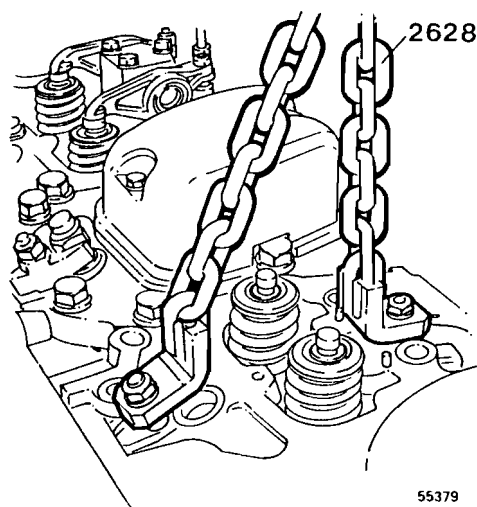

Fig 91
- 12 Quitar los espárragos de la culata. Desmontar la culata utilizando la herramienta 2628, véase la fig. 91.